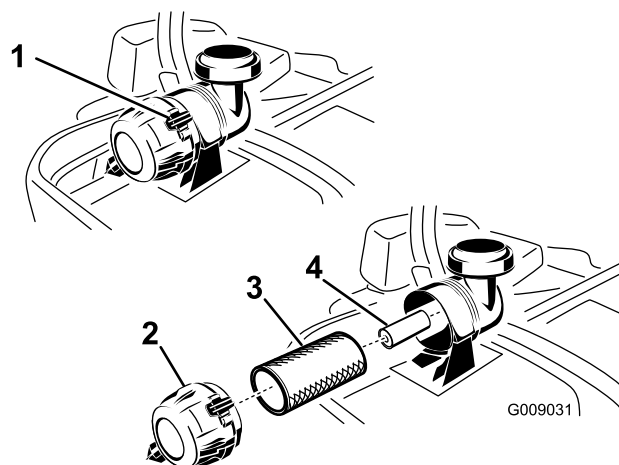

Figura 38
3. Premete verso il basso per rilasciare i dispositivi di fermo sul filtro dell'aria e togliere il coperchio dal corpo del filtro (Figura 38).
5. Estraete con cautela il filtro primario dal corpo del filtro dell'aria (Figura 38). Non urtate il filtro contro il corpo.
1. Non pulite il filtro primario di carta, sostituitelo (Figura 38).
2. Se sostituite il filtro secondario, inseritelo con cautela nel corpo del filtro (Figura 38).
3. Montate con cautela il filtro primario sul filtro secondario (Figura 38). Premete sul bordo esterno del filtro mentre lo inserite, per accertarvi che venga inserito a fondo.
di fermo bloccino il coperchio nella corretta posizione (Figura 38).